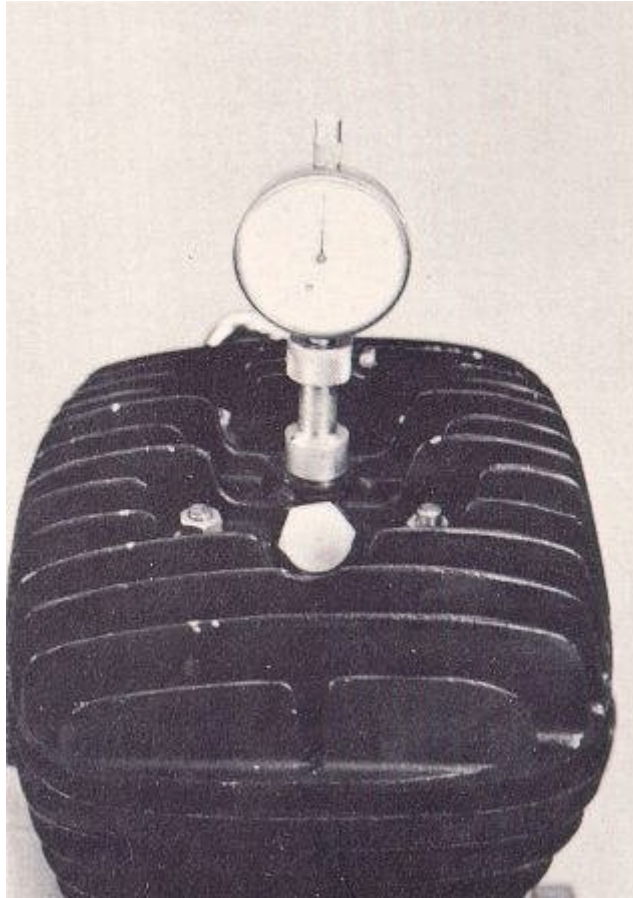

FIG. 120
10. Marcar todos los indicadores tienen una cara giratoria de modo que usted puede mover los números. Gire la cara para que la aguja se lee "cero". (Fig. 120).